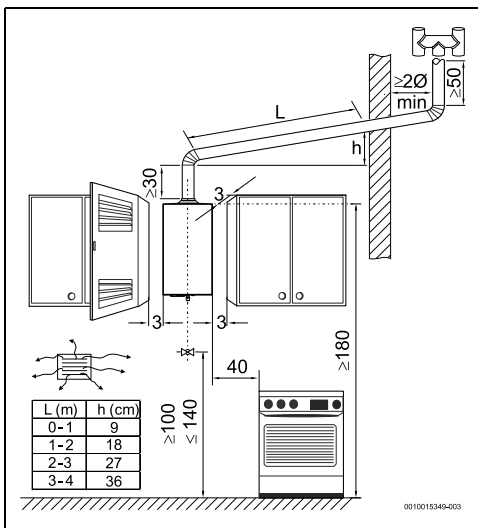

Bild 9 Mindestabstände (cm)
- ▶ Die in Bild 9 angegebenen Mindestabstände einhalten.
- ▶ Freien Zugang für Wartungsarbeiten sicherstellen und hierfür die in Abbildung 9 angegebenen Mindestabstände einhalten.